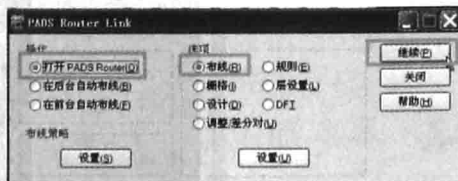

图 8-1 “PADS Router Link”对话框
(1) 打开 PADS Router 软件，在 Router 中直接打开 PCB 文件（执行菜单命令【文件】→【打开】），可直接在 Router 中设定环境参数与布线策略。
(2) 从 Layout 端连接 Router。执行菜单命令【工具】→【PADS Router...】，在弹出的对话框中按图 8-1 所示的进行设置。单击【继续】按钮即可将 PCB 文件全部数据传送至 Router 中。